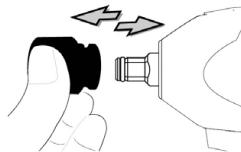

Рис. 4
- Чтобы установить торцевую головку, вставьте ее в приводной шпиндель как можно глубже (см. рис. 4).